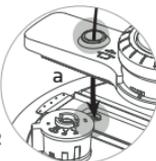
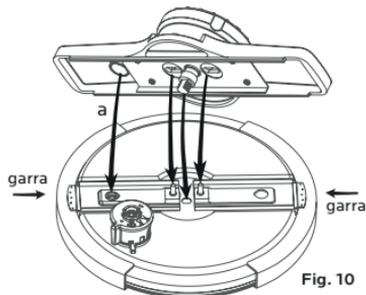

Fig. 10.2
Fig. 10
- 3 - Assegure que as garras ficam sempre bem encostadas à tampa (posição de fecho) (Fig.10)
- 5 - Alinhe as posições conforme as setas da Fig.10, certificando-se que o furo do sistema de comando coincide com a posição da válvula de segurança (Fig.10.2).
- 6 - Mantenha as garras sempre bem encostadas à tampa e encaixe o novo sistema de comando no furo da tampa, garantindo que este fica bem encaixado. (Fig.10)